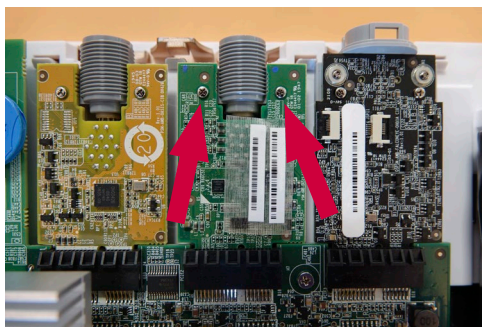

図16 交換するVDIボードのネジを取り外す
ドライバーを使用して、VDIボードを保持している2本のネジを緩めます(図16)
- d) VDIボードを所定の位置に固定する2本のネジ(最大トルク0.2Nm)を挿入して締めます(図16)